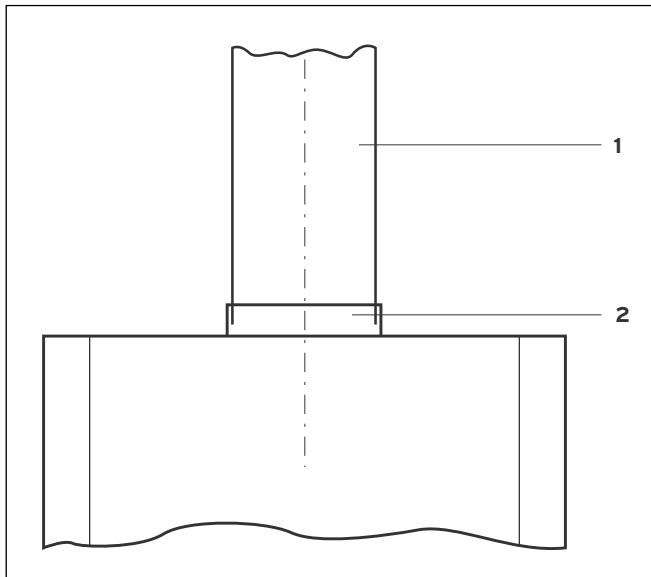

Fig. 5.1 Aftræksforbindelse
- Tilpas aftræksrøret (1) i aftræksstuds (2) på apparatet, se fig. 5.1.